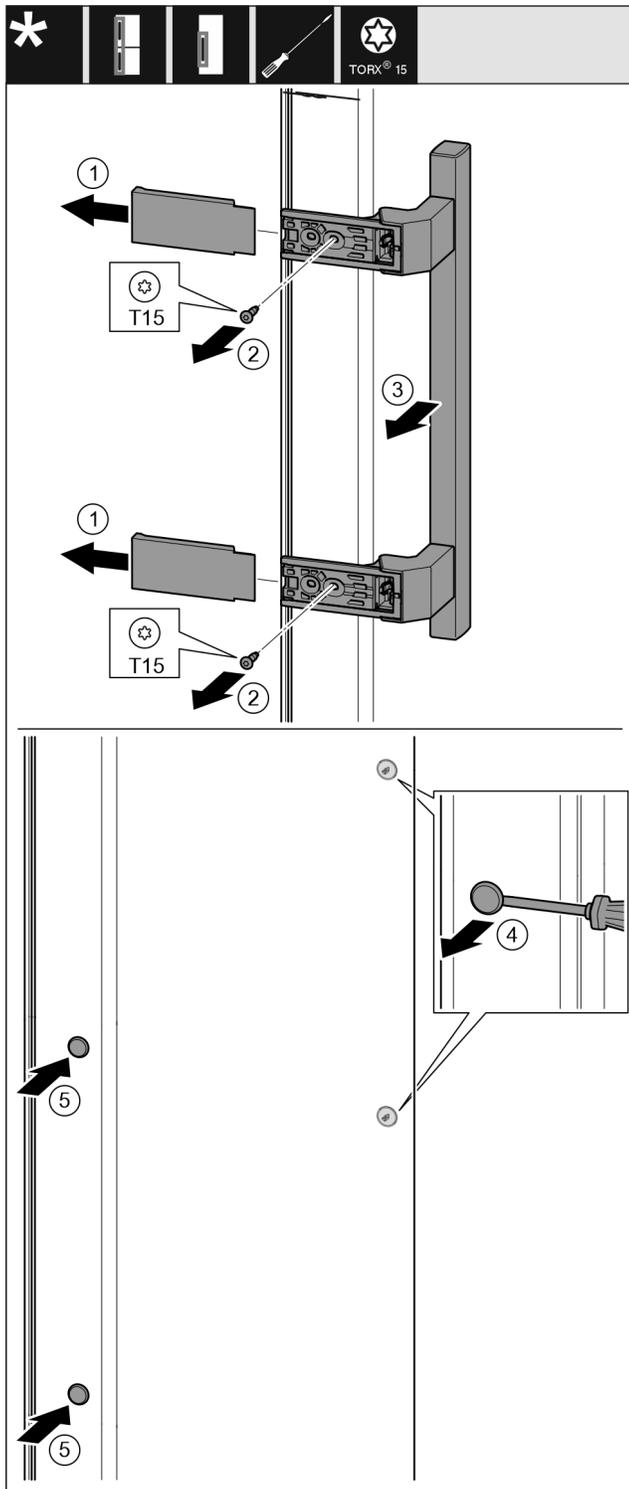

Fig. 18
- ▶ Retirer le cache. Fig. 18 (1)
- ▶ Desserrer les vis avec le tournevis T15. Fig. 18 (2)
- ▶ Déposer la poignée. Fig. 18 (3)
- ▶ Soulever délicatement le bouchon latéral avec un tournevis plat et le sortir. Fig. 18 (4)
- ▶ Remettre en place le bouchon de l'autre côté. Fig. 18 (5)